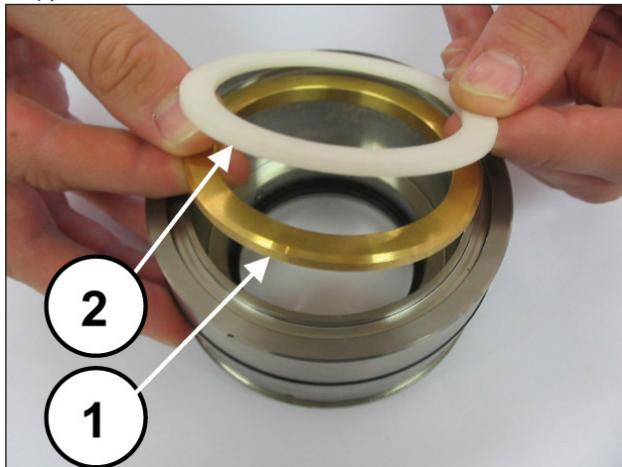

Рис. 197
Установите опорное и антиэкструзионное кольца (поз. ①②, Рис. 197), три уплотнительных кольца КС так, чтобы выемки на них располагались под углом 120° друг к другу (поз. ①, Рис. 198), скребковое кольцо уплотнений КС и пружинное кольцо (поз. ①②, Рис. 199).